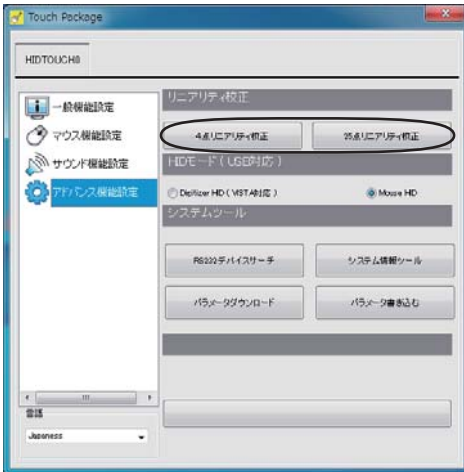

図8
- 1.<アドバンス機能設定>をクリックし、下記の画面(図8)を表示します。